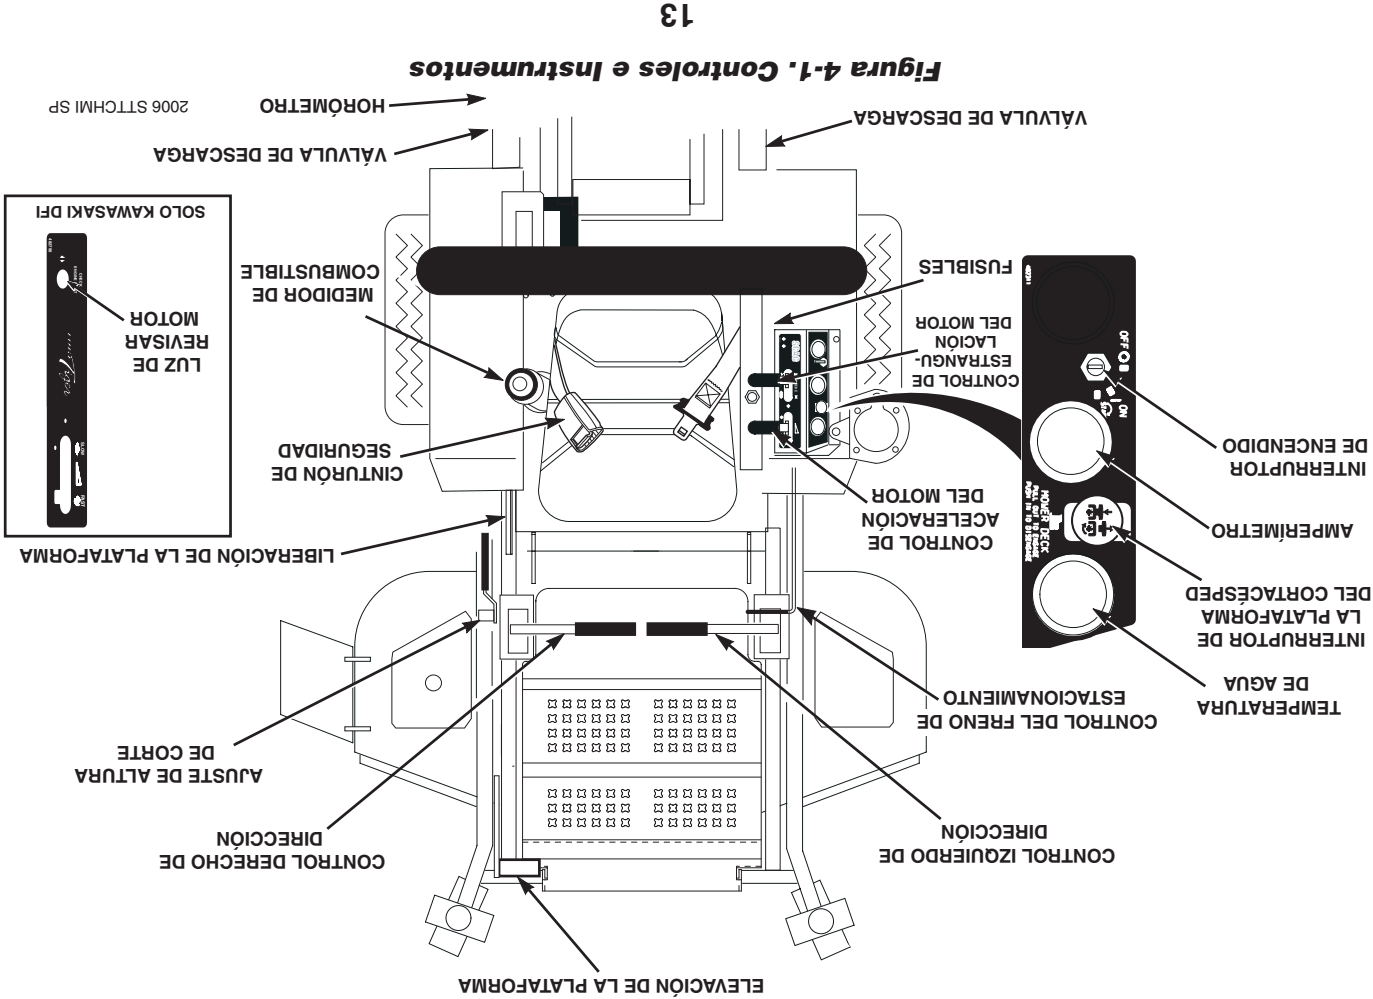

Figura 4-1. Controles e Instrumentos
6. **Horómetro (Figura 4-1).** Indica el número de horas que ha operado el motor. Sólo opera cuando el motor está funcionando. Tiene recordatorios programados para el mantenimiento del motor y los cambios de aceite del sistema hidráulico. El mantenimiento programado empezará a destellar 2 horas antes de la hora establecida y continuará destellando hasta 2 horas después. Reinicia automáticamente.
7. **Portafusibles (Figura 4-1).** Dos fusibles de 20 Amperios protegen el sistema eléctrico del cortacésped. Para reemplazar los fusibles, retire el fusible del zócalo e instale uno nuevo.
8. **Control izquierdo de dirección (Figura 4-1).** Usado para controlar la rueda izquierda del cortacésped al avanzar hacia adelante o en reversa.
9. **Control derecho de dirección (Figura 4-1).** Usado para controlar la rueda derecha del cortacésped al avanzar hacia adelante o en reversa.
10. **Control del freno de estacionamiento (Figura 4-1).** Usado para accionar y desconectar los frenos de estacionamiento. Tire de la palanca para accionar los frenos de estacionamiento. Presione la palanca para desconectar los frenos de estacionamiento.
11. **Indicador de combustible (Figura 4-1).** Indica la cantidad de combustible en el tanque.
13. **Palanca de pie de elevación de la plataforma (Figura 4-1).** Usada para levantar y bajar la plataforma de corte. Empuje completamente hacia adelante para trabajar en la posición de transporte.
14. **Ajuste de la altura de corte (Figura 4-1).** Usado para poner la plataforma de corte en la altura de corte deseada.
15. **Palanca de liberación de la plataforma (Figura 4-1).** Usada para trabar la plataforma de corte en la posición de transporte. Para corte normal, empuje el pedal hacia adelante y tire de la palanca de desenganche para soltar la plataforma de corte.
16. **Indicador de temperatura (Figura 4-1).** Indica la temperatura de operación del motor. Se usa en máquinas cortacésped con motores entrados por líquido solamente.
17. **Luz de comprobación de motor (Figura 4-1).** Indica la operación de los sensores del motor en la inyección digital de combustible Kawasaki (DFI). La luz destellará una vez en el arranque inicial. Si ocurre un problema con un sensor en el motor, la luz destellará un código. Consulte con su distribuidor autorizado de Scag para diagnóstico y reparación.
18. **Cinturón de seguridad (Figura 4-1).** Usado para asegurar al operador. El cinturón de seguridad debe usarse siempre que el ROPS esté en posición vertical y bloqueado.
19. **Seguro de liberación de la sujeción del asiento (Figura 4-1).** Ubicado detrás del asiento. Utilizado para asegurar el asiento en la posición del operador. Libere el seguro para tener acceso a la parte inferior del asiento.
- 1. Interruptor de encendido (Figura 4-1). El interruptor de encendido se usa para arrancar el motor y tiene tres posiciones: OFF, ON y START.
- 2. Interruptor de la plataforma del cortacésped (Figura 4-1). Usado para accionar y desconectar el sistema de transmisión del cortacésped. Tire del interruptor para accionar la transmisión de la plataforma. Presione el interruptor para desconectar la transmisión de plataforma.
- 3. Control de estrangulación del motor (Figura 4-1). Usado para arrancar un motor frío. No utilizado en el 29DFI.
- 4. Control de aceleración del motor (Figura 4-1). Usado para controlar la velocidad de motor. Presione la palanca hacia abajo para aumentar la velocidad del motor. Tire de la palanca hacia atrás para disminuir la velocidad del motor. La posición completamente hacia atrás es la posición de MARCHA EN VACÍO. La posición de corte es la de más adelante.
- 5. Amperímetro (Figura 4-1). Indica la condición del sistema de carga. Cuando el motor está funcionando, la aguja debe estar hacia el extremo positivo del medidor. Si la aguja está hacia el extremo negativo del medidor, esto indica una condición de descarga y la máquina debe ser llevada para darle servicio.